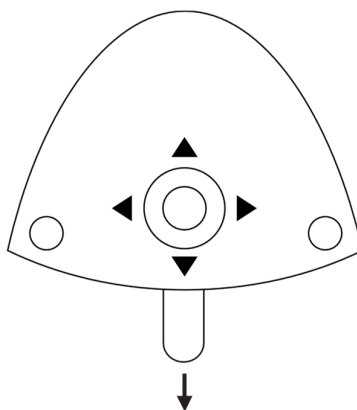

Figure 60 - Configuration à l'aide de la pédale de commande
2. Activer ▲ / ▼ ou ↓ – voir la Figure 60 – pour trouver le paramètre à modifier (voir le Tableau 5)